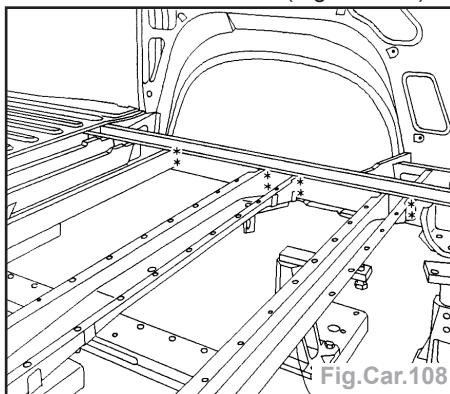

Fig.Car.108
- Dégraffer les lignes de points à l'aide d'une fraise de  $\varnothing 8$  mm (Fig.Car.108).